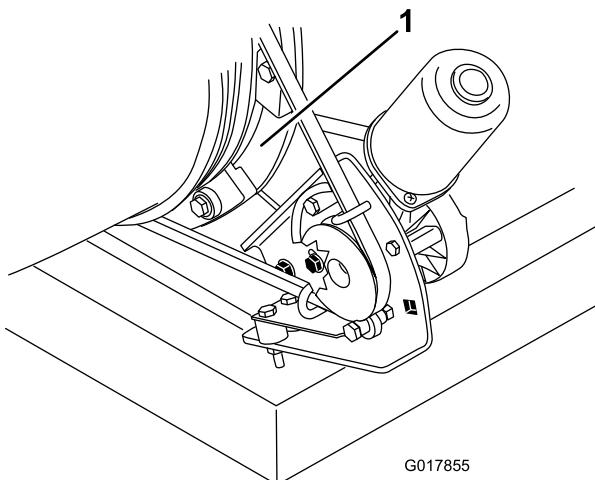

Figure 49
2. Enlevez l'herbe, la saleté ou les débris accumulés autour et entre les guide de l'embout (Figure 49).